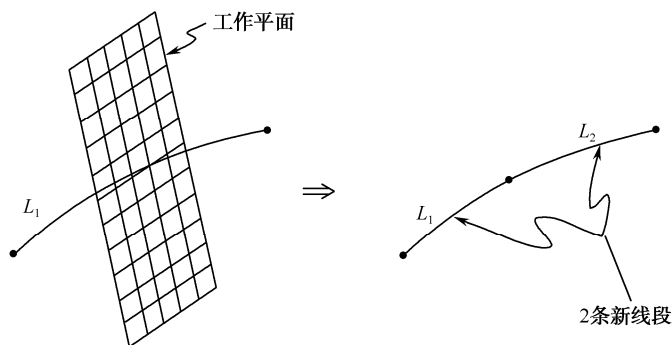

图 2-17 工作平面分割线示意图
(4) 工作平面分割线：生成两条新的线，其示意图如图 2-17 所示。